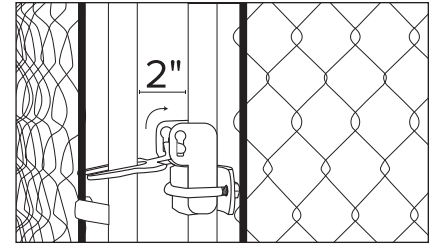

FIG. 13
1. Fije el cerrojo (**L**) al marco de la puerta en el lado correspondiente al cerrojo, a la altura deseada. Apriete los pernos hasta que el cerrojo quede bien sujeto al marco. Deslice la puerta a su posición, dejando aproximadamente 2 pulgadas entre la puerta y el poste esquinero. Asegúrese de dejar una separación adecuada entre el cerrojo de la puerta y el marco, de modo que el cerrojo se trabaje bien, pero también pueda abrirse y cerrarse con facilidad. (**FIG. 13**).